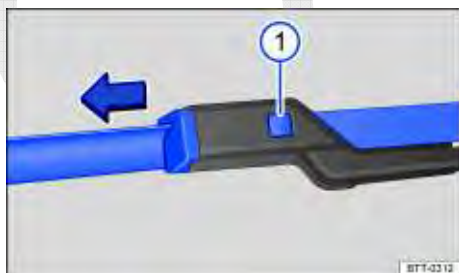

Fig. 134 Substituir as palhetas dos limpadores do para-brisa.
- Manter a tecla de destravamento ⇒ Fig. 134 ① pressionada e, ao mesmo tempo, retirar a palheta dos limpadores do para-brisa no sentido da seta.
- Retirar a palheta do limpador do vidro traseiro no sentido da seta (B).
- Manter a tecla de destravamento ⇒ Fig. 134